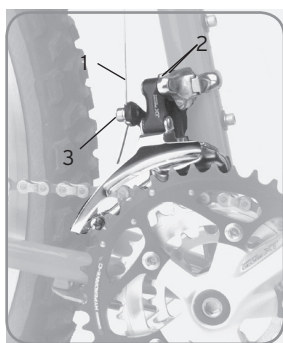

Figure 21. Dérailleur avant
2. Desserrez le boulon de serrage du câble (figure 21) jusqu'à ce que le câble soit détendu.